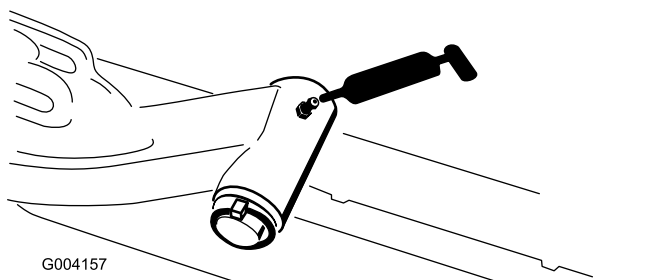

Figura 67
- Eje pivotante del brazo de elevación (1 en cada) – Figura 67